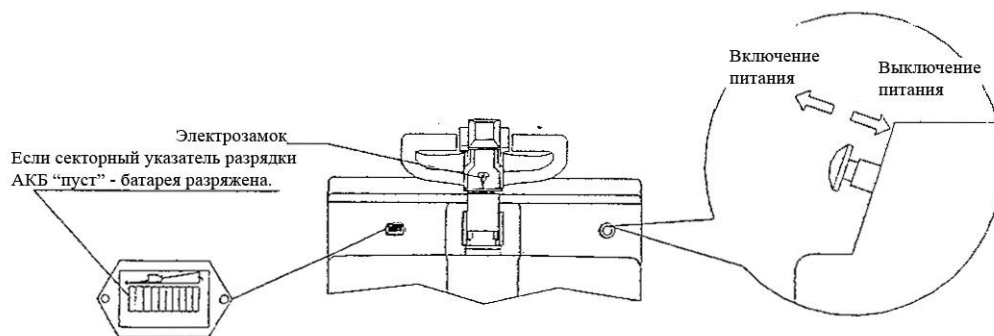

Рис. 1
5.1.2 С помощью способа, указанного на рис. 1, проверьте зарядку АКБ. Вытяните переключатель общей подачи питания, разблокируйте электрозамок рукоятки управления, проверьте работу указателя электропитания на приборной панели перевозчика. Если секторный указатель разрядки АКБ «пуст» - батарея разряжена и Вам следует немедленно ее зарядить. Эксплуатация перевозчика с разряженной батареей запрещена, т.к. это может привести к уменьшению срока службы АКБ и/или ее повреждению.
Вытяните переключатель питания (см. рис. 1) и разблокируйте электрозамок. Управление ручкой (маховичком) направления движения: если Вы направите маховичок вперед – перевозчик будет двигаться вперед, если направите маховичок назад – перевозчик будет двигаться задним ходом. После запуска перевозчика поворачивайте маховичок плавно (вне зависимости от того, нагружен перевозчик или нет), чтобы достичь необходимой скорости. Подайте перевозчик к штабелю и остановитесь таким образом, чтобы расстояние от концов вилок до штабеля было 30см. Нажмите кнопку опускания, отрегулируйте высоту вилок и медленно введите их в поддон на максимальную длину. Нажмите кнопку подъема и поднимите вилы на ≥ 30 мм от поверхности земли (пола). Остановите подъем, доставьте груз к месту назначения и нажмите кнопку опускания после того как перевозчик остановится. После извлечения вилок из поддона отведите перевозчик в сторону.